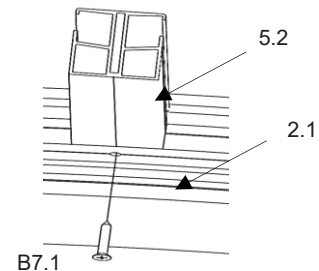

Abb.37
- die Mittelsprosse (**5.2**) mit einer Senkblechschraube (**B7.1**) an das Laufrollenprofil mit Türlaufschiene (**2.1**) befestigen. (Abb.37)